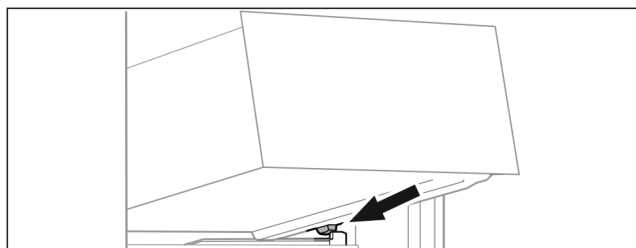

Fig. 25
- ▶ Nasad'te zásuvku šikmo za zarážky na žebrování na nádoby. (viz Fig. 25)